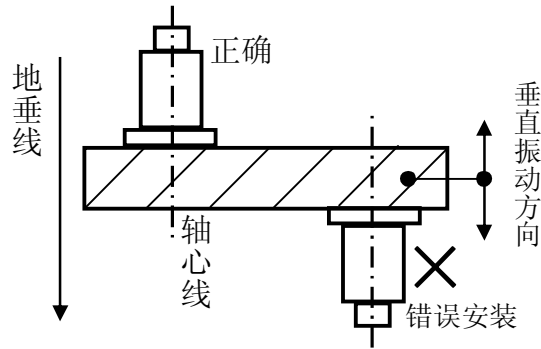
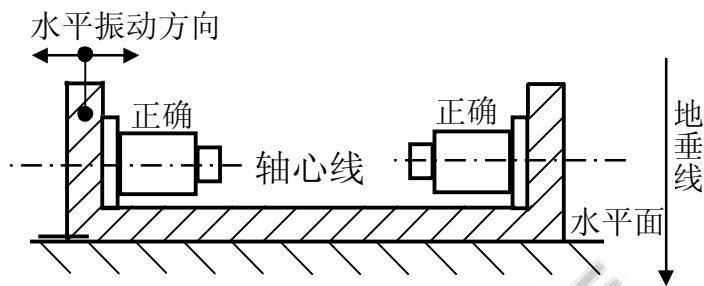

图5 垂直安装
图6 水平安装
1、将传感器安装在待测振动物体上。垂直安装时应将传感器轴心线沿待测振处的地垂线方向安装，并要求底座在下，航空插座在上，不能倒挂安装，见图5。水平安装时则应将传感器轴心线置于水平面内（躺下）并与待测振动方向一致，见图6。